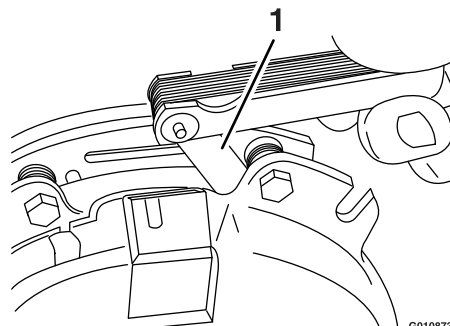

**Figura 79**
- E. Usando una galga de 0.25 mm (0.01"), compruebe la presencia de un espacio entre el rotor y la cara de la armadura en ambos lados del polo del freno, según se indica en Figura 79 y Figura 80.